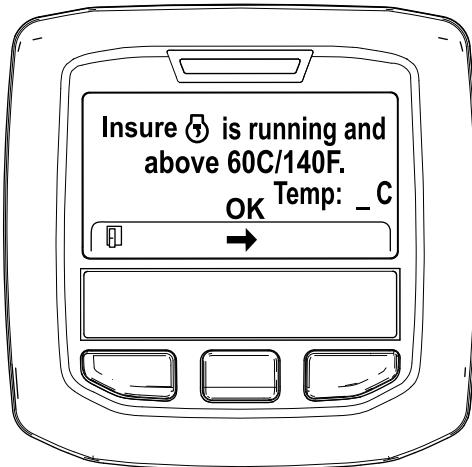

Figura 44
5. Se a temperatura do líquido de refrigeração for inferior a 60 °C, surge a mensagem "Insure is running and above 60C/140F" (Confirme que está a trabalhar e acima de 60C/140F) (Figura 44).